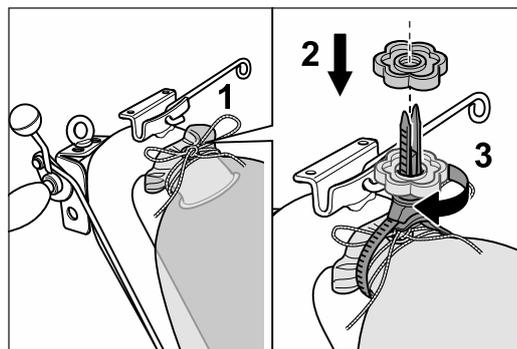

Abb. 10 Den Staubsack mit der Kordel (1) und dem MultiClip (2 und 3) faltenfrei montieren.
- 6 Befestigen Sie den Staubsack fest mit der Kordel und dem MultiClip am Ende des Führungsröhrs (Abb. 10). Beachten Sie bei der Montage, dass die Öffnung des Führungsröhrs nicht verschlossen wird.